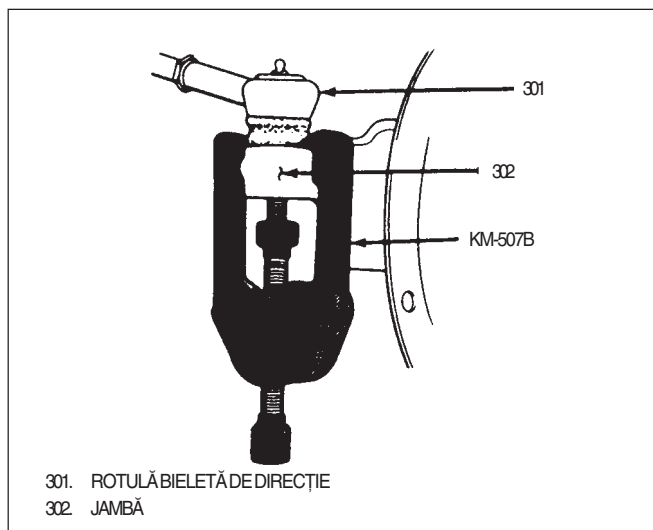

Fig. 39 Separarea rotulei bieletei de direcție
- 8) Separați rotula bieletei (301) folosind dispozitivul KM-507B (fig. 39).
- 4) Rotula bieletei la jambă (fig. 39).